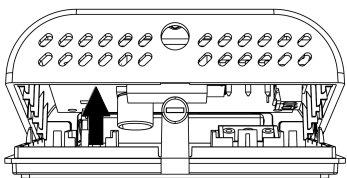

Fig. 5
- 3 Drej dækslet ved at udøve et let tryk, indtil det er helt fjernet (fig. 5).